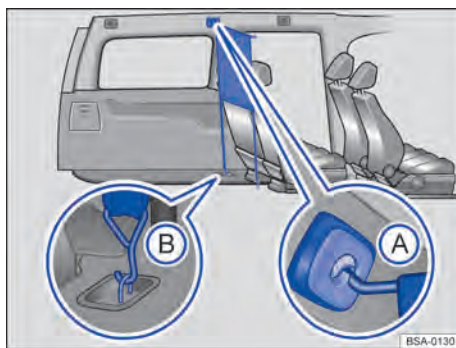

Abb. 153 Hinter der zweiten Sitzreihe: Eingebaute Netztrennwand.
1. Netztrennwand in die *hintere linke* (5-Sitzer) oder *mittlere linke* (7-Sitzer) Aufnahme im Dach einhaken → Abb. 153 A. Darauf achten, dass die Querstange über die obere Position hinaus nach unten gezogen wird.
3. Netztrennwand in die unteren Verzurrösen einhaken → Abb. 153 B.